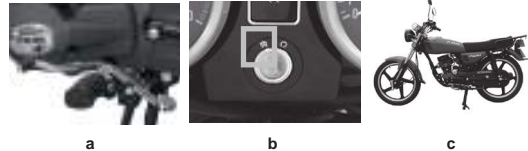

imagen 20. apagado de motor
2. Verificar que el pedal de cambio de velocidades esté en neutro. Ver imagen 20-A.
3. Girar el interruptor de encendido en posición de apagado . Ver imagen 20-B.
4. Colocar la motocicleta en el parador lateral o central. Ver imagen 20-C.